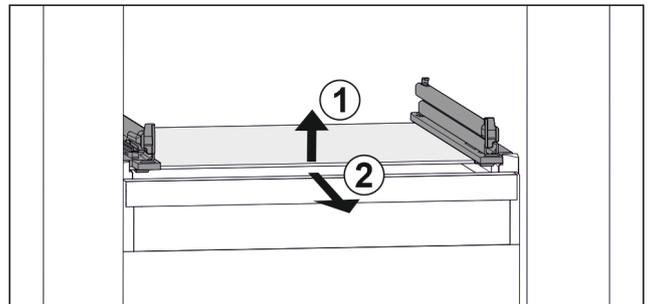

Fig. 166 Rappresentazione esemplificativa del ripiano in vetro
- ▶ Sollevare il ripiano in vetro dal davanti. Fig. 166 (1)
- ▶ Rimuovere il ripiano in vetro tirando in avanti. Fig. 166 (2)